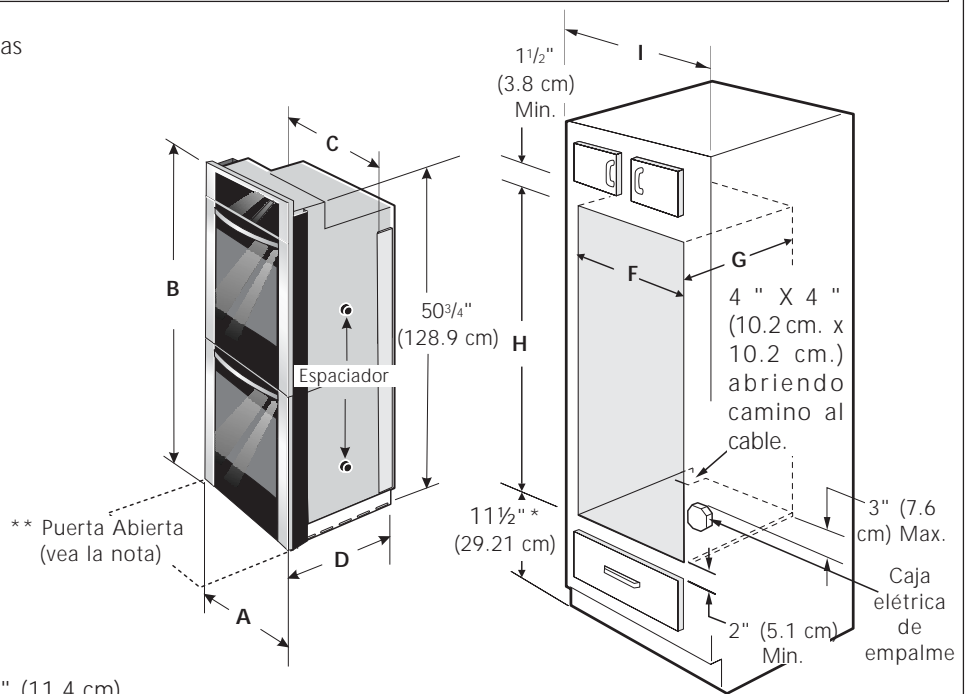

Figura 1
El primer paso para su instalación debe de ser el de medir las dimensiones de la apertura y compararlas con las que se indican en el cuadro de dimensiones del hueco de la figura 1. Posiblemente encontrará que algún trabajo de carpintería será necesario.
Consulte la Figura 1 para conocer las dimensiones pertinentes al modelo de su horno y al espacio necesario en el que poner el horno. La superficie donde se va a apoyar el horno debe de ser de madera contrachapada sólida u otro material similar y, sobre todo, la superficie tiene que estar a nivel, de lado a lado, y de atrás hacia adelante.
- Este electrodoméstico debe conectarse a la caja de fusibles (o de cortacircuito), por medio de un cable blindado flexible o un cable con forro no metálico. El cable blindado flexible que va desde el electrodoméstico debe de estar conectado directamente a la caja de empalme. La caja de empalme debe de estar localizada en el lugar que se indica en la Figura 1 o 2, dejando tanto exceso de cable como sea posible entre la caja y el electrodoméstico, de forma que así el electrodoméstico se pueda mover fácilmente, si fuera necesario para hacer una reparación.